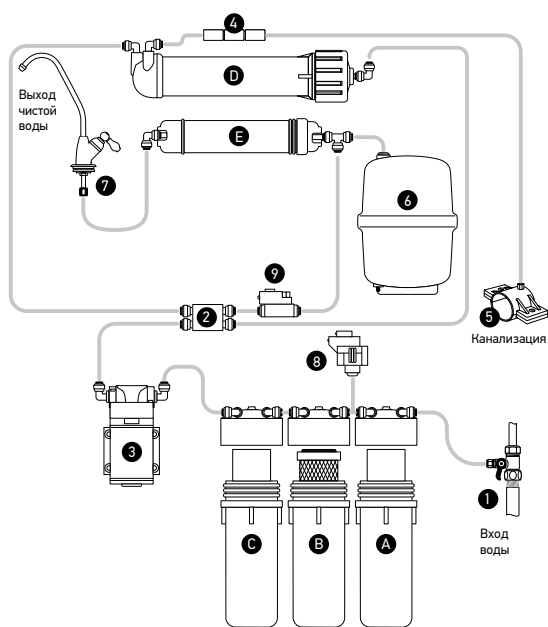

Рис.2. Принципиальная схема подключения фильтра Start Osmos.
На первой ступени (А) предварительной очистки картридж из полипропилена задерживает механические примеси и прочие частицы размером крупнее 5 микрон (Рис. 2).
■ Просверлить отверстие в сливной трубе мойки (в сифоне выше уровня канализационного водяного затвора) и подсоединить к трубе дренажную муфту (5).
■ Собрать с помощью входящей в комплект поставки пластиковой трубки (шланга) систему «магистраль → система обратного осмоса → кран» в соответствии со схемой подключения на Рис.2.
■ При подключении шлангов соблюдайте направление движения воды через водоочиститель. Вход воды в блок фильтрации водоочистителя осуществляется со стороны корпуса первой ступени, в котором установлен картридж (А) механической очистки из нетканого полипропилена 5 мкм (см. Рис.2 и наклейку на металлической консоли с указанием направления потока). Перед установкой шлангов удалите из входного и трех выходных фитингов заглушки.